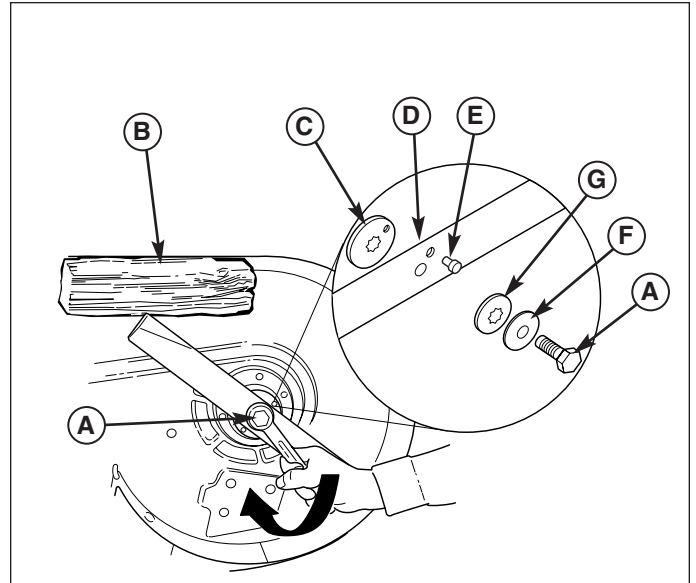
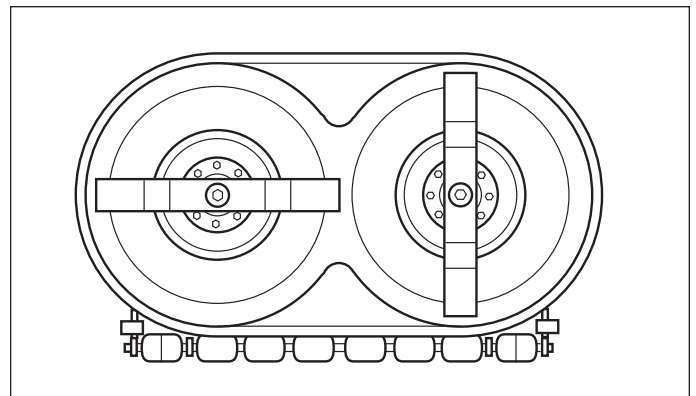

Figure 32. Installation de la lame
Figure 33. Vérification de la synchronisation des lames
Modèles de 102 cm : Retirer le boulon de fixation (A, figure 32), la rondelle élastique (F), la rondelle cannelée (G), la goupille de positionnement (E) et la lame (D). Ne pas retirer le raccord de lame (C).
Modèles de 102 cm : Veiller à ce que les lames soient perpendiculaires l'une à l'autre comme l'indique la figure 32. Si ce n'est pas le cas, effectuer la procédure de synchronisation des lames de tondeuse figurant dans cette section. Remonter la rondelle cannelée (G), la rondelle élastique (F) et le boulon de fixation (A). Bloquer la lame avec une cale en bois (B) pour l'empêcher de tourner et serrer le boulon de fixation (A) à 61-75 Nm.
4. Retirer le boulon de fixation (A, figure 32), la rondelle élastique (H), la rondelle cannelée (G) et la rondelle plate (F).
5. Retirer la goupille de positionnement (E, figure 32). Faire tourner la lame (D) à la main jusqu'à ce que les lames soient perpendiculaires l'une à l'autre comme l'indique la figure 33. Il est peut-être nécessaire de retirer et de faire tourner le raccord de lame (C) pour aligner le trou de lame sur le trou de raccord.
6. Remonter la goupille de positionnement (E), la rondelle cannelée (G), la rondelle élastique (F) et le boulon de fixation (A). Bloquer la lame avec une cale en bois (B) pour l'empêcher de tourner et serrer le boulon de fixation (A) à 61-75 Nm.